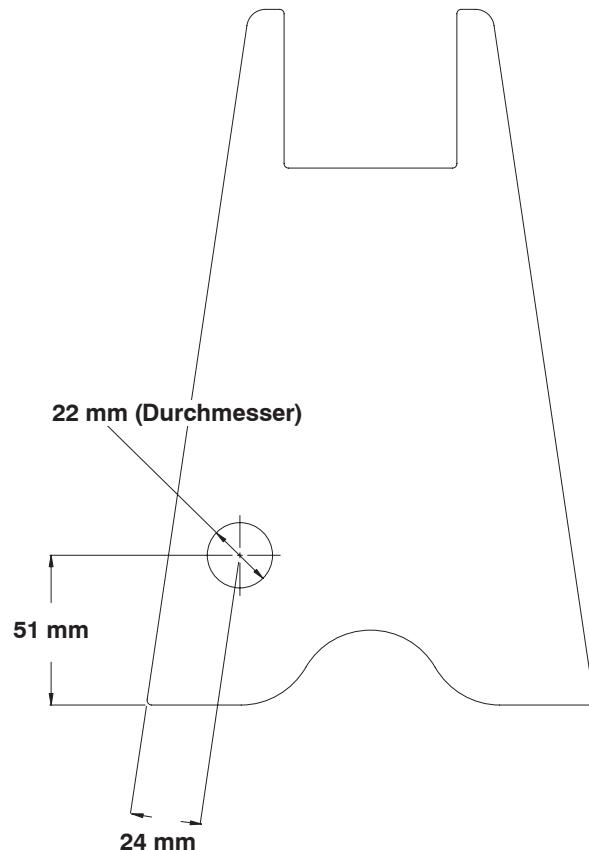

**Bild 12**
- 17.** Setzen Sie einen Federclip (Bild 12) mit einer Zylinderkopschraube (Nr. 8 x 1/2 Zoll) und einer Mutter (Nr. 8) in jedes neue Loch in der mittleren Mähwerkabdeckung ein.